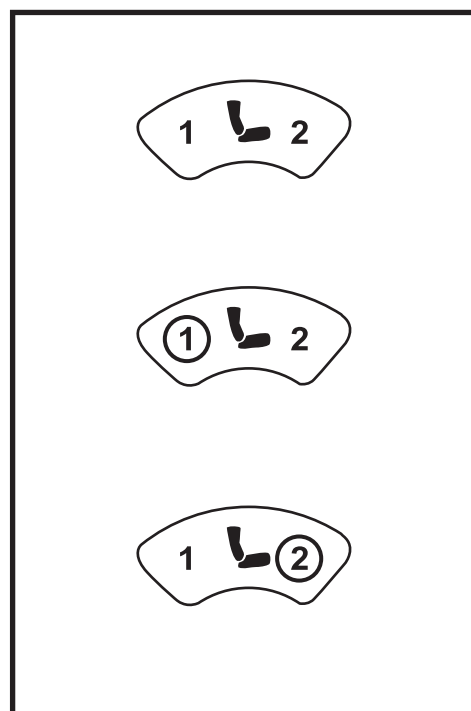

Figure 8. Indicateurs d'actionneurs (Aucun, Actionneur 1 et Actionneur 2 illustrés)
3. Poussez la manette vers la droite ou appuyez sur la touche de sélection de l'actionneur de nouveau afin de faire défiler les actionneurs disponibles. Les indicateurs d'actionneur afficheront quel actionneur est activé. **Voir la figure 8.**